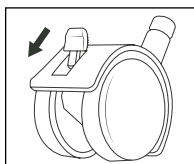

Fig. 6
- ◆ Pressione a alavanca de ambas as rodas com alavancas de fixação **11** quando pousar o aparelho nalgum local, de modo a evitar que este deslize (ver fig. 6).